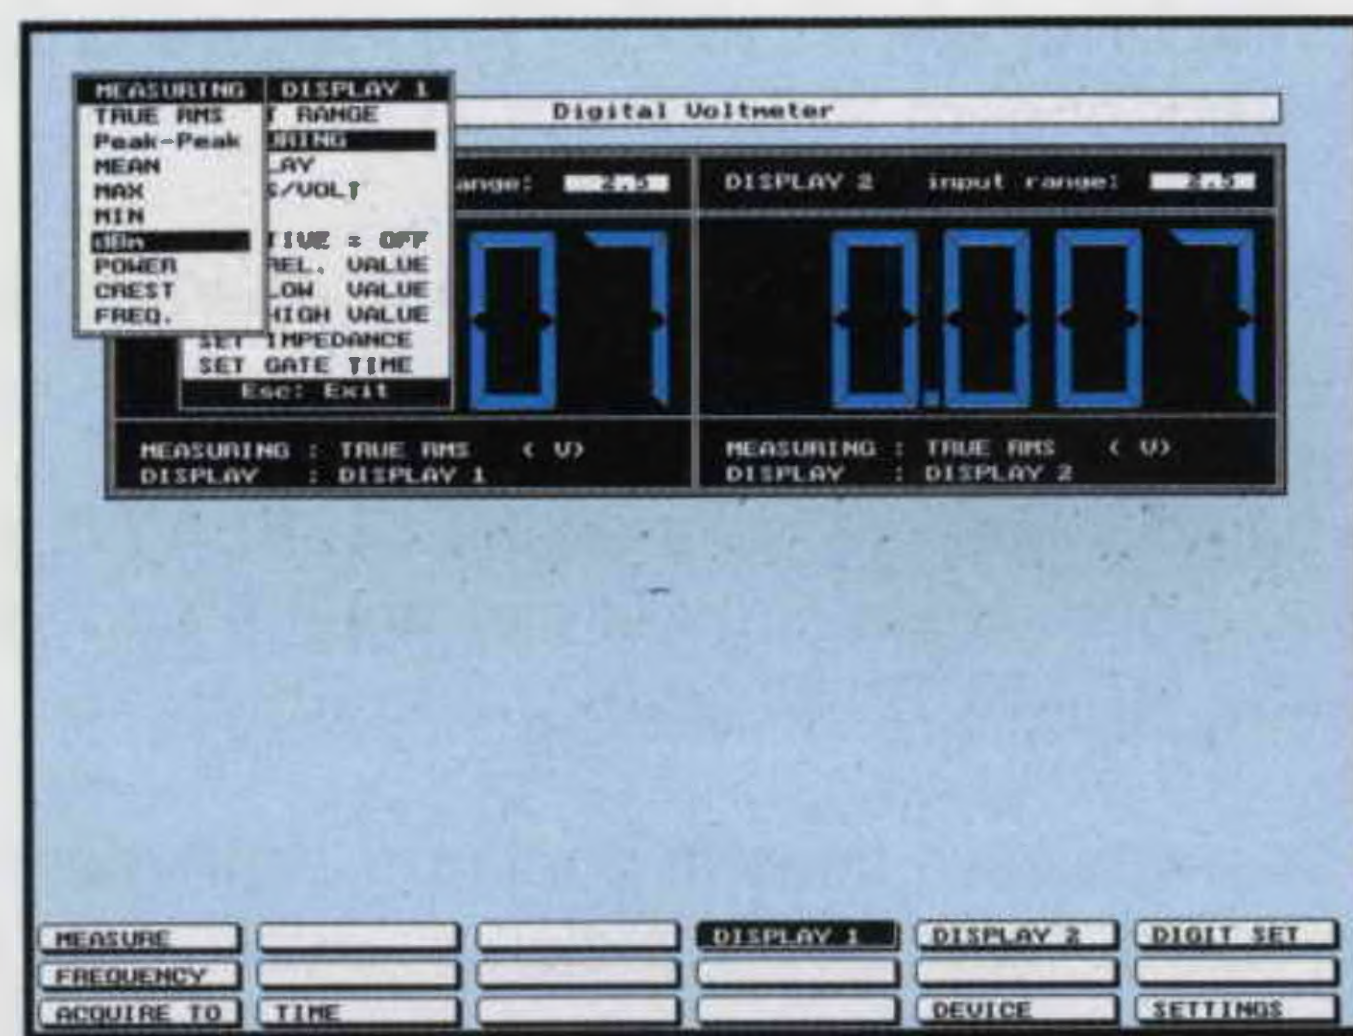

Fig.25 Se volete conoscere la potenza espressa in dBm dovreste portare il cursore su questa riga poi pigiare Enter, poi andare sulla riga Set Impedance e Enter.
- Nella finestra che appare andiamo sulla scritta **dBm** (vedi fig.25) poi pigiamo Enter.